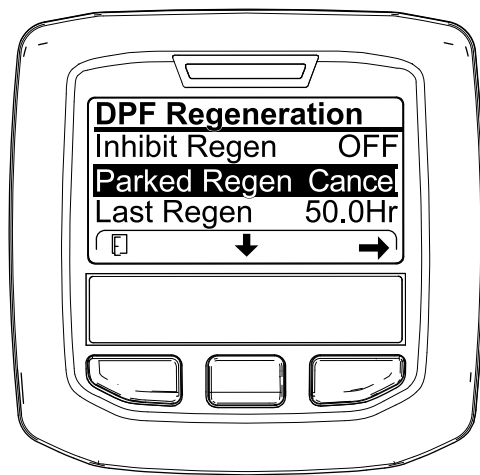
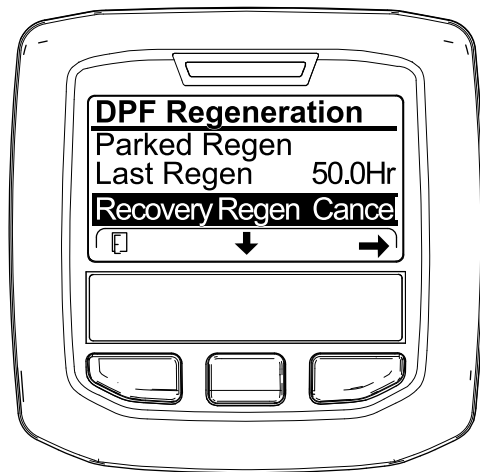

Bild 73
Bild 74
1. Zugreifen auf das Menü für die Regenerierung des Dieselpartikelfilters (Bild 73)
2. Drücken Sie die mittlere Taste, um auf die Option PARKED REGEN. CANCEL (Bild 73) oder RECOVERY REGEN. CANCEL zu navigieren (Bild 74).
3. Drücken Sie die rechte Taste, um den Eintrag „Regen. Cancel“ auszuwählen (Bild 73 oder Bild 74).